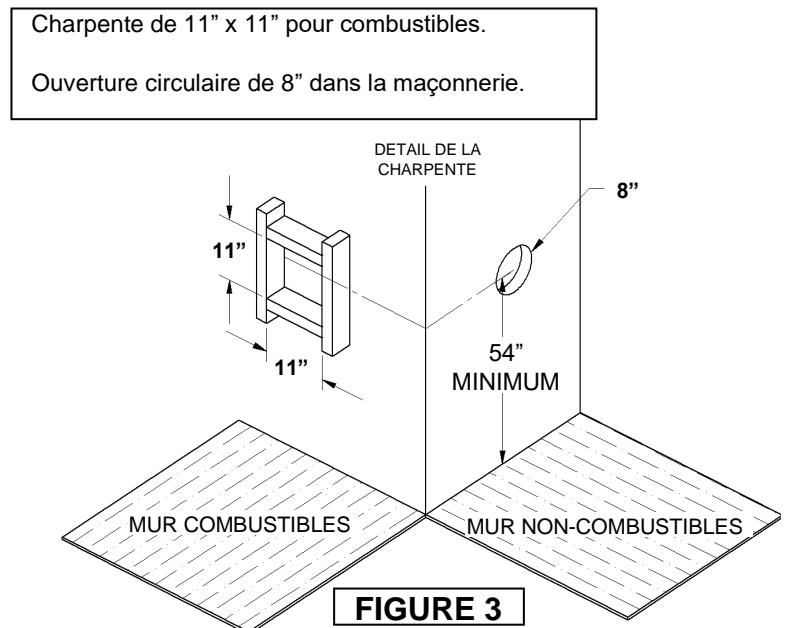

FIGURE 3
1. Voir **Le tableau de conduits horizontaux** pour déterminer la distance minimale entre le plancher du foyer et le centre de l'évent. Percez le mur en prévoyant un espace pour un manchon de 11 po x 11 po (diamètre intérieur) pour les murs combustibles et un manchon de 8 po de diamètre pour les murs non combustibles. (voir figure 3)